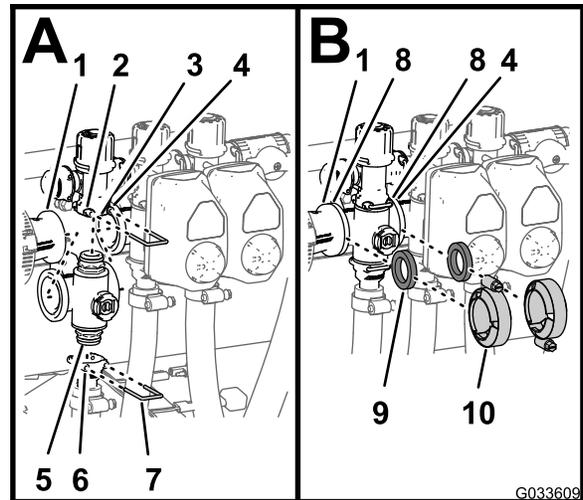

Bild 131
1. Setzen Sie das obere Endkappen-Anschlusstück des Verteilerventils in das Anschlusstück des Sicherheitsventils ein (Bild 131 A).
2. Stecken Sie einen Halter in die Buchse des Anschlusstückes des Sicherheitsventils, um das Endkappen-Anschlusstück am Anschlusstück des Sicherheitsventils zu befestigen (Bild 131 A).
3. Montieren Sie das Auslaufanschlusstück am unteren Endkappen-Anschlusstück des Verteilerventils (Bild 131 A).
4. Stecken Sie einen Halter in die Buchse des Auslaufanschlusstückes, um das Endkappen-Anschlusstück am Auslaufanschlusstück zu befestigen (Bild 131 A).
5. Fluchten Sie eine Dichtung zwischen den Flanschen der Reduzierkupplung und dem Abschnittventilverteiler aus (Bild 131 B).
6. Montieren Sie die Reduzierkupplung, die Dichtung und den Abschnittventilverteiler mit einer Klemme und ziehen sie mit der Hand an (Bild 131 B).
den Flanschen der zwei danebenliegenden Abschnittventilverteiler aus (Bild 131 B).
8. Montieren Sie die zwei benachbarten Abschnittventilverteiler und die Dichtung mit einer Klemme und ziehen sie mit der Hand an (Bild 131 B).